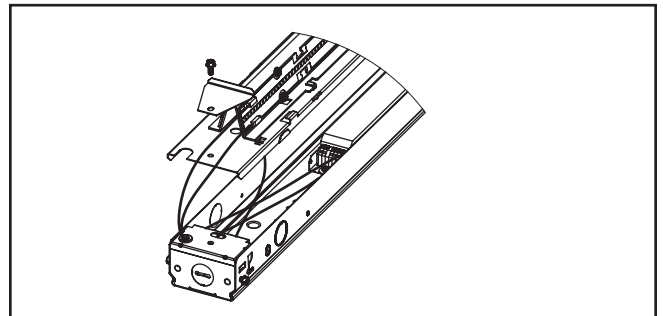

Figure 2.
3. Retirez le couvercle profilé. (Figure 2).